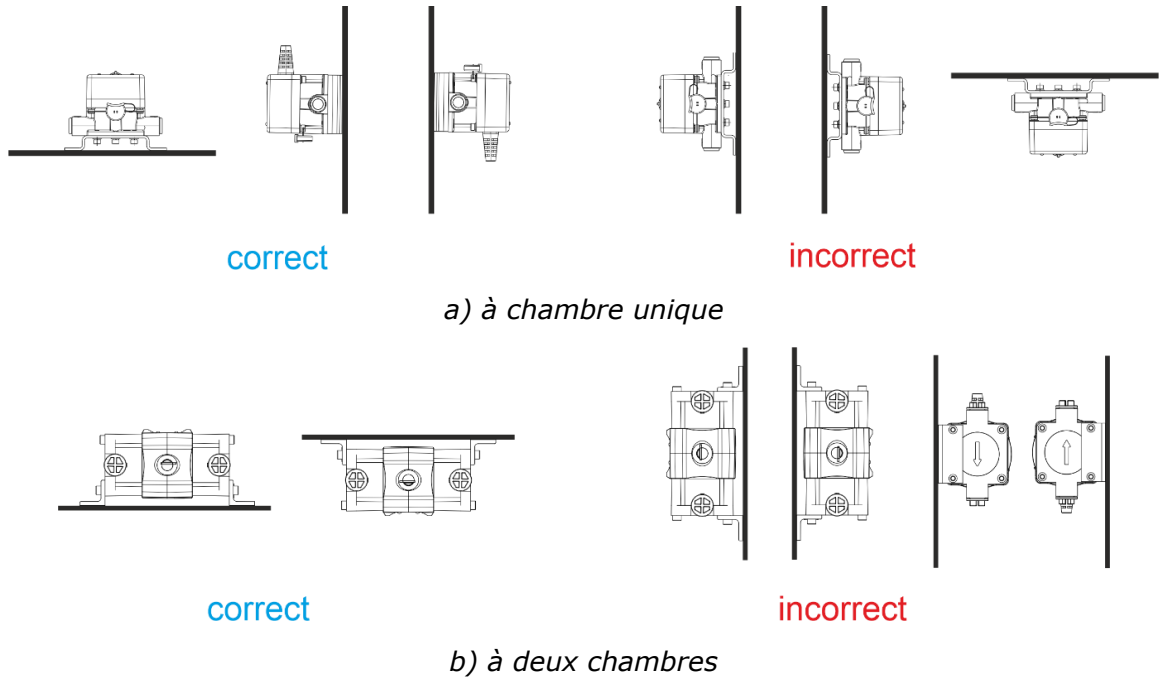

Figure 25 — Positions de fonctionnement du DFM dans les plans vertical et horizontal
- 1) Afin de garantir la précision de mesure déclarée, les débitmètres DFM à chambre unique doivent être installés uniquement dans les positions « support vers le bas » et « support latéral » (voir figure 25 a). Les DFM différentiels doivent être installés uniquement dans les positions « support vers le bas » et « support vers le haut » (voir figure 25 b).